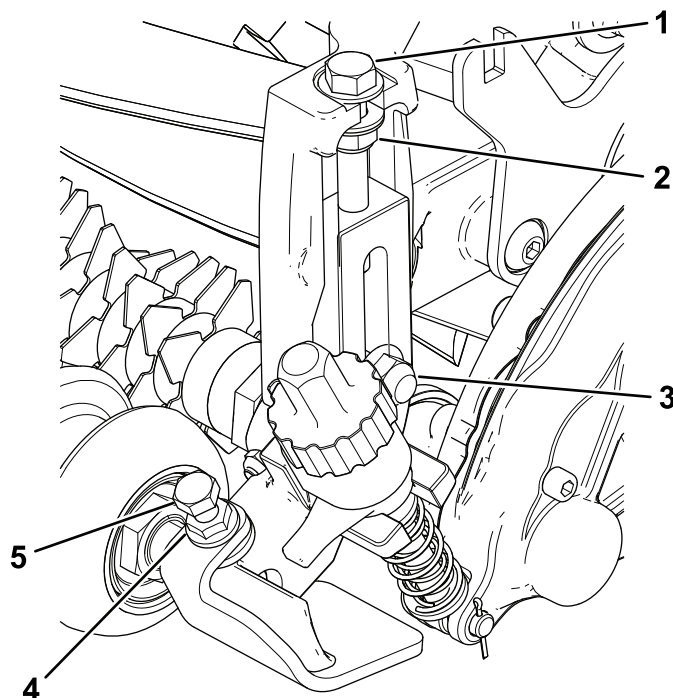

Figura 12
4. Serrate i bulloni a testa tonda e i dadi di bloccaggio che fissano i gruppi delle staffe dell'altezza di taglio alle piastre laterali (Figura 12).
5. Serrate il dado di bloccaggio sul bullone di regolazione dell'altezza di taglio, quindi allentate il dado di bloccaggio di 1/2 giro (Figura 12).
6. Centrate il rullo anteriore tra i gruppi della staffa dell'altezza di taglio e bloccatelo in posizione con le viti a testa cilindrica e i dadi flangiati (Figura 12).